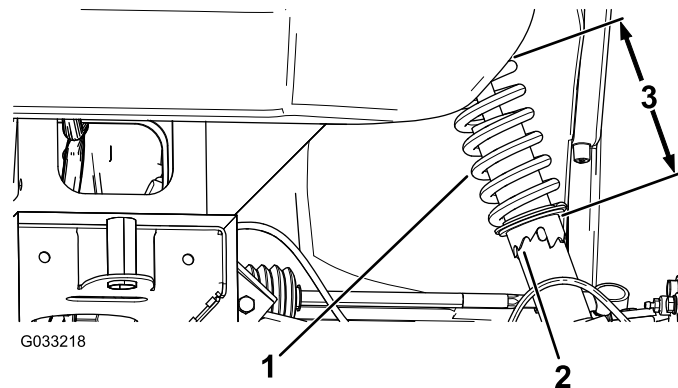

図 44
2. キャンバの調整が必要な場合には、スパナレンチでショックアブソーバのカラーを回してホイールを整列させる図 44。